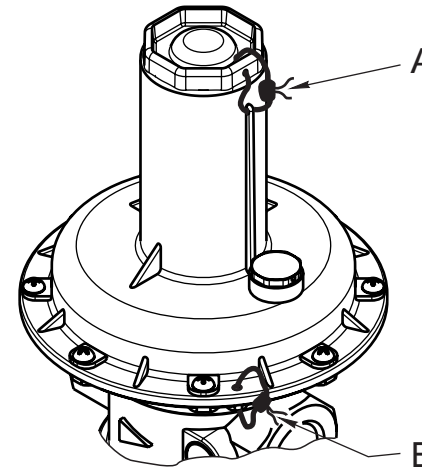

Рис. 8
4.5 Пломбирование клапана (рис. 8 - для DN 15 - 25, рис 9 - для DN 32 - 50).
4.5.2 Для пломбировки используйте проволоку диаметром 0,8 - 1,5 мм, которую необходимо протягивать через отверстия, расположенные в защитной пробке и плоскости соединения корпусных деталей (рис. 8 и 9, места А и Б). Пломбировка места Б произведена на заводе-изготовителе. Пломбировка места А осуществляется после настройки клапана на необходимое давление срабатывания.